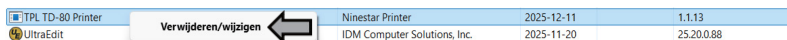

Bild 20
① Öppna Kontrollpanelen på datorn och välj Avinstallera ett program. Leta upp drivrutinen du vill ta bort i listan över installerade program. Högerklicka på drivrutinen och välj Avinstallera/Ändra för att öppna fönstret för att avinstallera drivrutinen (se bild 20).